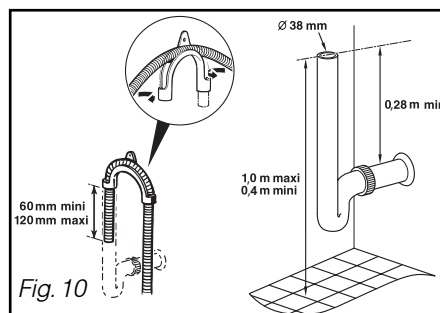

Fig. 10
- Num sifão ventilado (fig. 10).
- Num sifão de pia (fig. 10).
A ligação para a evacuação deve ficar a uma altura compreendida entre 0,28 m (no mínimo) e 1 m (no máximo) do solo (fig. 10).